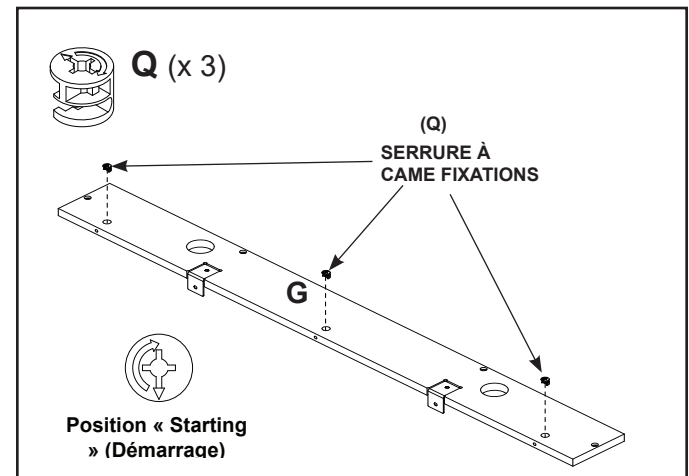

Figure 14
- Installez trois (3) serrures à came (Q) dans la pièce « G » en tenant compte du sens des flèches tel qu'indiqué à la page 2 et sur la figure 14.